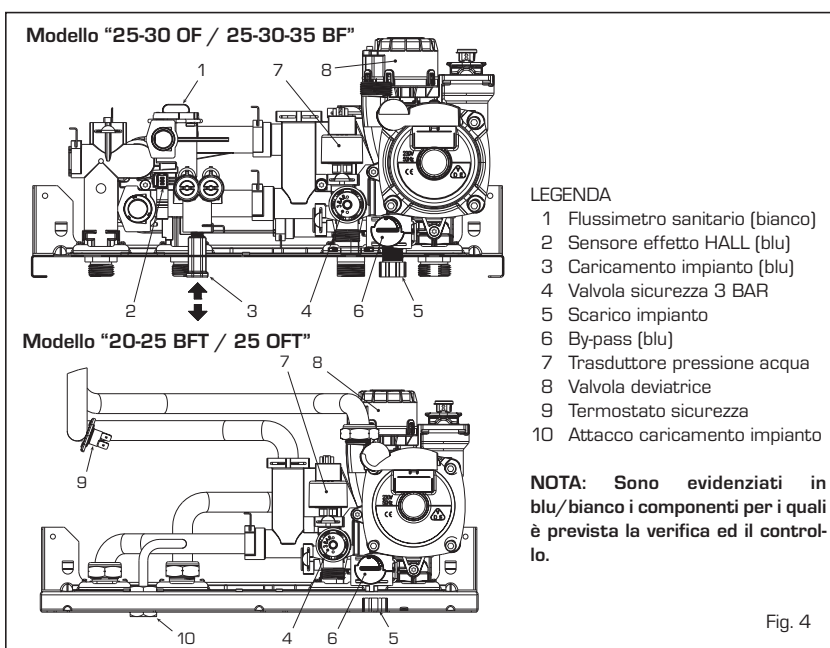

Fig. 4
si effettua agendo sulla manopola di carico telescopica (3 fig. 4).
**NB: Nelle versioni OFT/BFT il caricamento avviene dall'apposito attacco (10 fig. 4).**
Per compiere questa operazione agire sul rubinetto di scarico (5 fig. 4). Prima di effettuare questa operazione spegnere la caldaia.